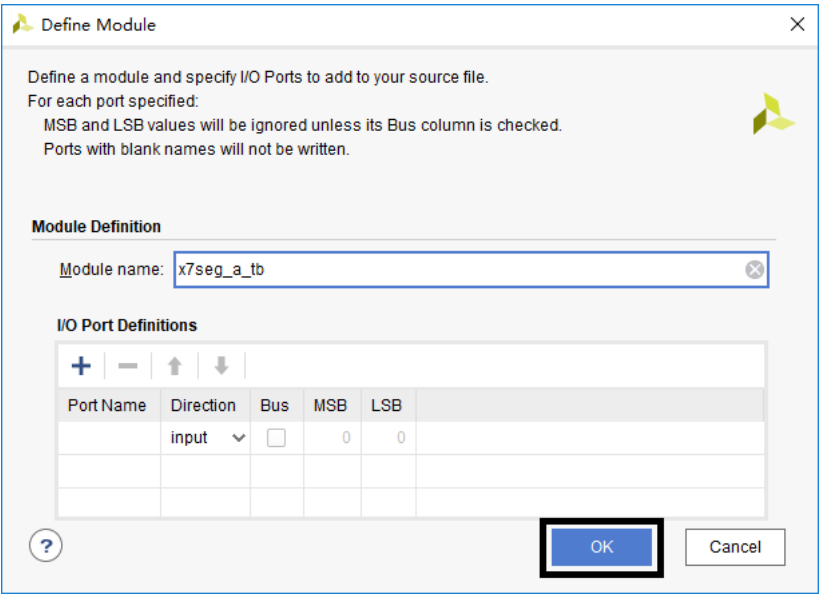

图 1-18 Define Module 窗口
(4). 由于仿真文件无需指定任何 I/O 端口，故在弹出的 Define Module 窗口中，如图 1-18 所示，直接单击 OK 按钮。然后，在弹出的提示用户模块未作任何改动的对话框中，单击 Yes 按钮。